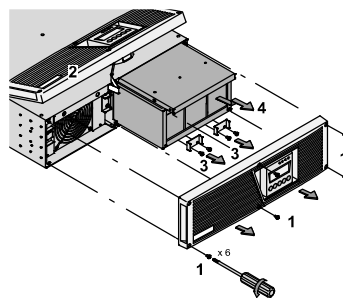

Рисунок 40. Извлечение блока батареи
1. Снимите переднюю крышку ИБП (шесть винтов). См. Рисунок 40.